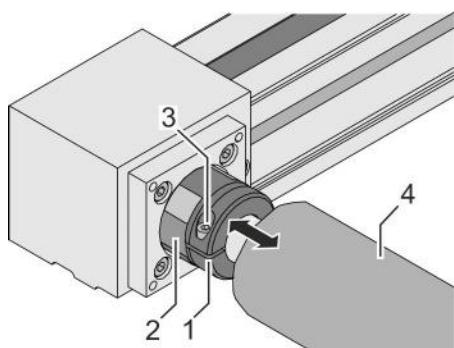

Fig. 27: Montar el buje de sujeción
8. → Encaje los bujes de sujeción (Fig. 27/2) en los bujes atornillados (Fig. 27/1).
Para poder acceder a los bujes de sujeción, deslice el tubo protector (Fig. 27/4) sobre el tubo de acero.
9. → Apriete en cada caso el tornillo (Fig. 27/3) en los bujes de sujeción: